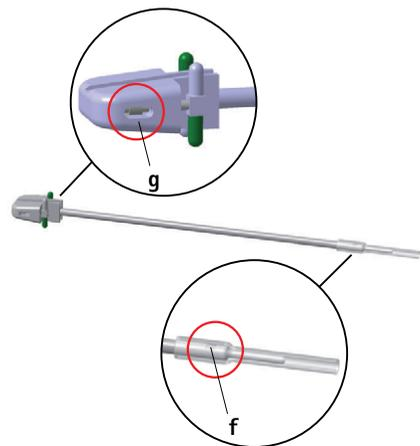

Fig. 4
- ▶ Ställ in säkerhetsstoppet på mellanpositionen **g**, se Fig. 4